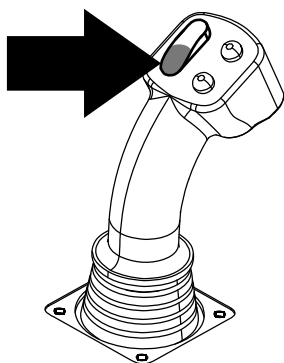

Figura 23
**Importante:** No joystick esquerdo, certifique-se de que pressiona a parte inferior do seletor basculante do came totalmente para baixo, até que as ações de cada etapa sejam concluídas (Figura 23).